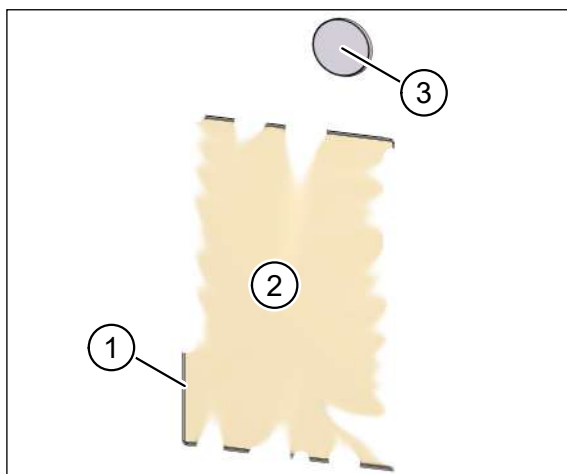

Fig. 68: Intonacatura dell'interno del set di montaggio
- ▶ Con un coltello scalfire l'intonaco del lato interno della cornice intonaco (pos. 1 nella Fig. 68).
- ▶ Rimuovere attentamente il coperchio di protezione dall'intonaco (pos. 2 nella Fig. 68) e il coperchio di protezione sottostante.
- ▶ Con un coltello, scalfire l'intonaco all'interno delle aperture dell'aria estratta e inserita (pos. 3 nella Fig. 68) e rimuovere il nastro adesivo con l'intonaco.